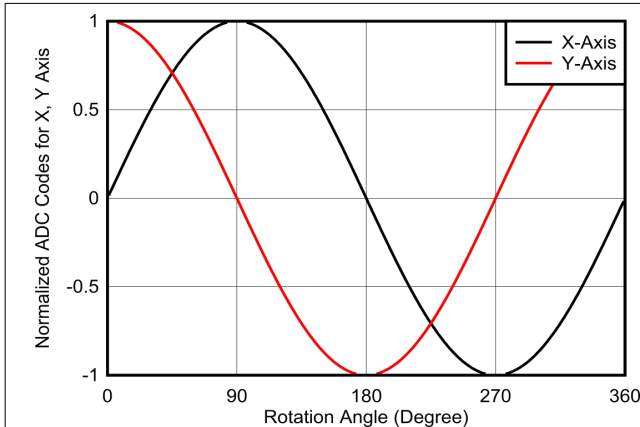
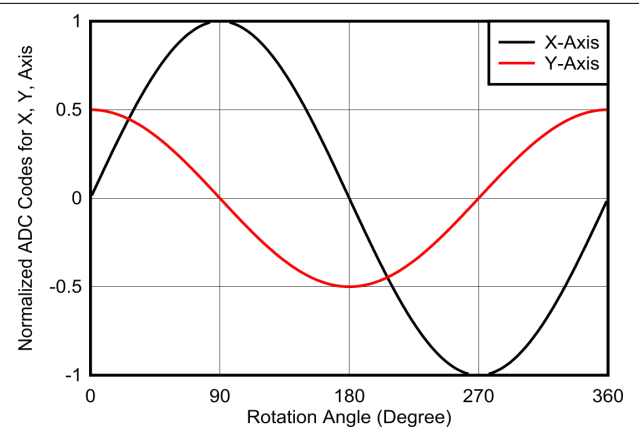

図 7-17. 軸上測定用に 360 度の回転全体を実現する X および Y センサ データ
図 7-18. 360 度の回転全体で軸外測定を行う X および Y センサ データ
- 360 度の完全な回転の正規化されたプロットは、図 7-17 または図 7-18 に表されています。